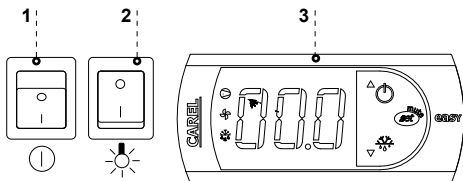

Abb.7 Steuerungspaneel
- Hautschalter drücken Abb.7/1 (S.25), löst die Temperaturregelung, und des Anlageaggregats aus.
- Auf der Temperaturregelung Abb.7/3(S.25) die Temperatur einstellen (für Bedienung siehe S.29 - 30)
- Beleuchtungs-Taste drücken Abb.7/2 (S.25)